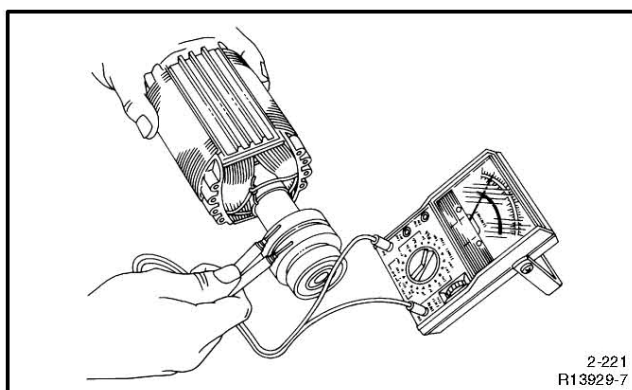

Рисунок 5-7 Замер сопротивления ротора
5. Проверить неразрывность и сопротивление ротора. Поднять щетки с контактных колец при замерах омметром. замерить сопротивление ротора между двумя контактными кольцами; см. Рисунок 5-7. См. Раздел 1.4, Характеристики генератора переменного тока, где указаны значения сопротивления. Если значения сопротивления низкие, провести ротора замеры мегомметром, как описано ниже.